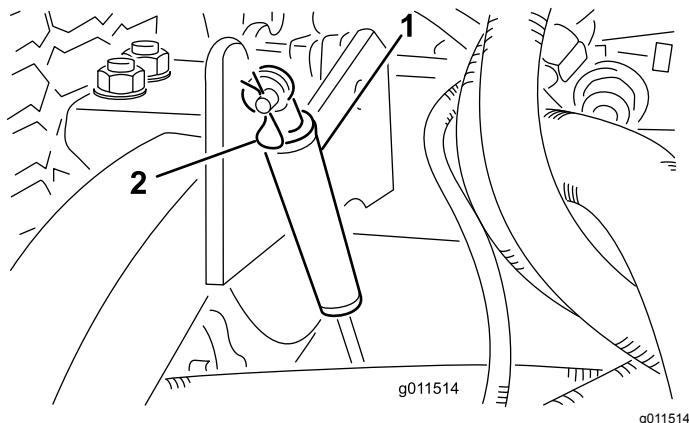

Figura 103
2. Togliete la coppia che fissa gli ammortizzatori ai bracci di sollevamento (Figura 103). Girate l'ammortizzatore verso la scocca.